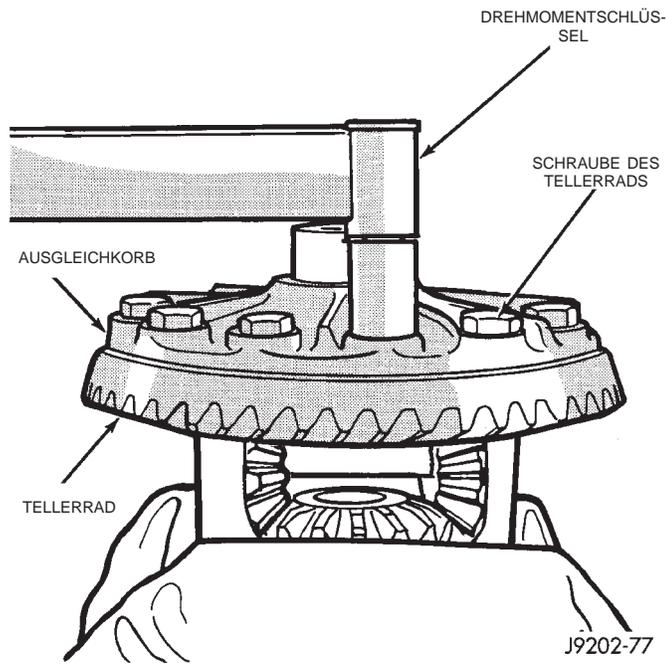

Abb. 26 Schrauben des Tellerrads montieren
- (1) Ausgleichkorb umdrehen, Tellerrad auflegen und zwei Befestigungsschrauben eindrehen. Hierdurch wird das Tellerrad über den Bohrungen des Ausgleichkorbs zentriert.
- (2) Ausgleichkorb im Schraubstock umdrehen.
- (3) Neue Befestigungsschrauben für das Tellerrad eindrehen und abwechselnd mit einem Anzugsmoment von 95-122 N·m (70-90 ft. lbs.) festziehen (Abb. 26).
- (4) Ausgleichkorb in Achsgehäuse einbauen und Zahnflankenspiel und Tragbild der Zahnanlage überprüfen.